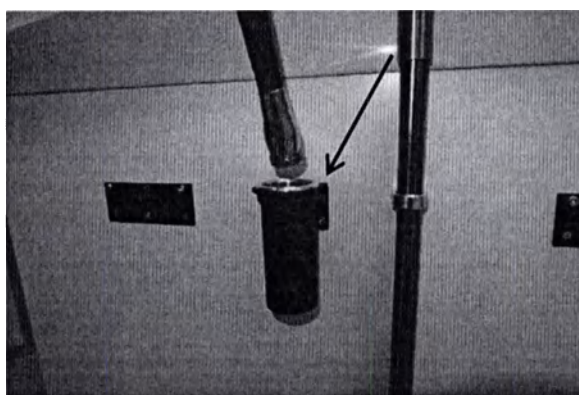

Рис. 3.10 – Подсоединение стакана для манипулятора
3.3.2.3 Положите оптическое волокно в стакан для манипулятора (рис.3.10).